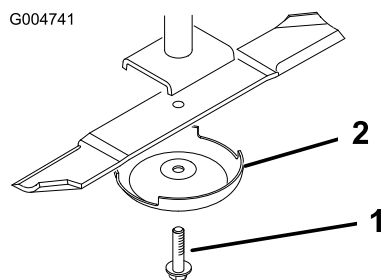

Figura 84
3. Retire del eje de la cuchilla el perno de la cuchilla, el protector de césped y la cuchilla (Figura 84).